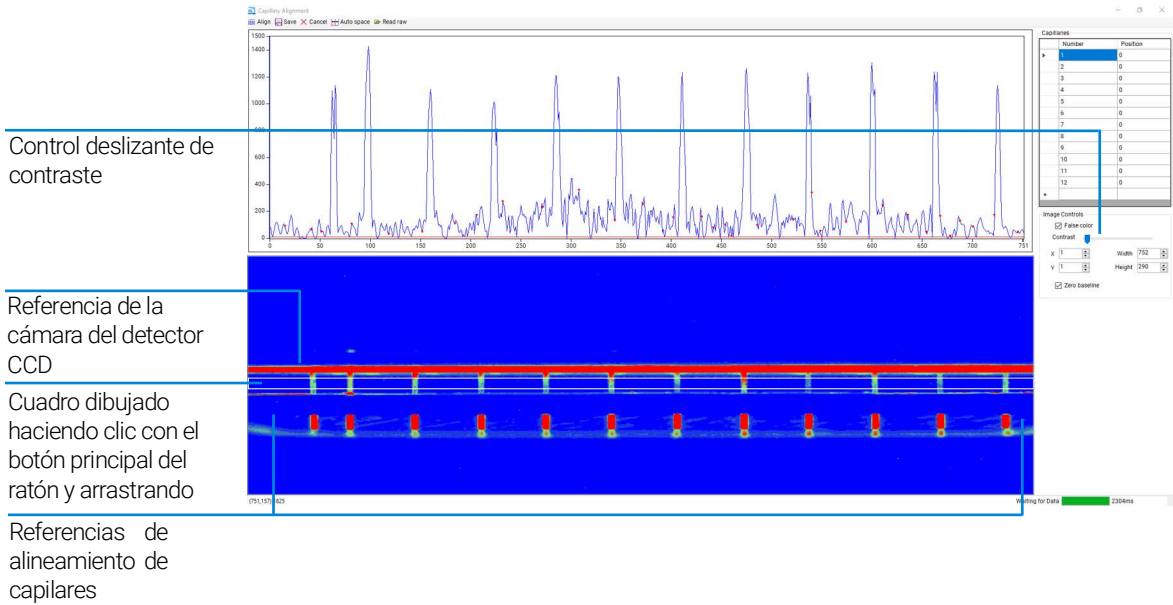

Figura 26 Pantalla Capillary Alignment (Alineamiento de capilares): restablecimiento de la ventana
- 3 Ajuste el control deslizante de contraste hacia la izquierda para aumentar el brillo de la pantalla (**Figura 26**).
- 4 Dibuje un cuadro alrededor del área de visualización del microarray de capilares. Haga clic con el botón principal del ratón y arrastre el área correspondiente (**Figura 26**).
- 7 Haga clic y arrastre la línea de base roja que se observa en la **Figura 26** hasta que aparezca un triángulo rojo en el pico de cada capilar. Este triángulo determina dónde se asignarán las líneas verticales azules en el siguiente paso. Es importante asegurarse de que esta línea roja esté por encima de la línea de base.